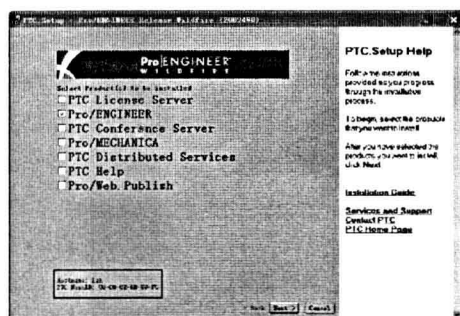
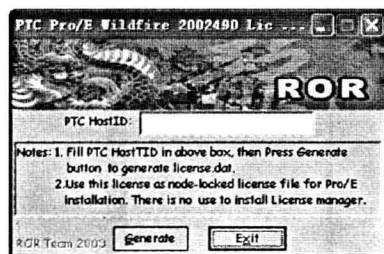

图 1-1
图 1-2
- (1) 将 Pro/ENGINEER Wildfire 的安装光碟中的 Crack 文件夹拷贝到硬盘上备用。
- (2) 执行光盘上的 Setup.exe 文件出现安装菜单,如图 1-1 所示。
(3) 执行硬盘上的 Crack 目录下的 Keygen.exe 文件出现对话框,如图 1-2 所示。输入图 1-1 中矩形框内标示的 Host ID 号,单击 Generate 按钮后在硬盘上的 Crack 文件夹中生成一个 License.dat 文件。